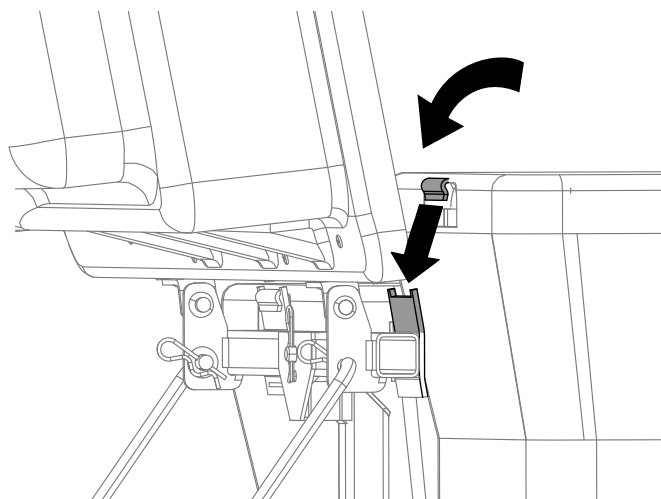

Figure 18
4. Soulevez le couvercle et installez les bacs en glissant les crochets de l'armature sur les pattes de retenue (Figure 18).